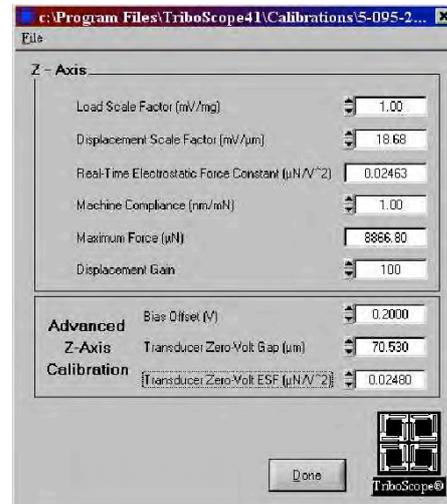

図 18
7. 平行になったら Load function Editor の Setup→calibration をクリックし、図 18 のウィンドウを表示する。